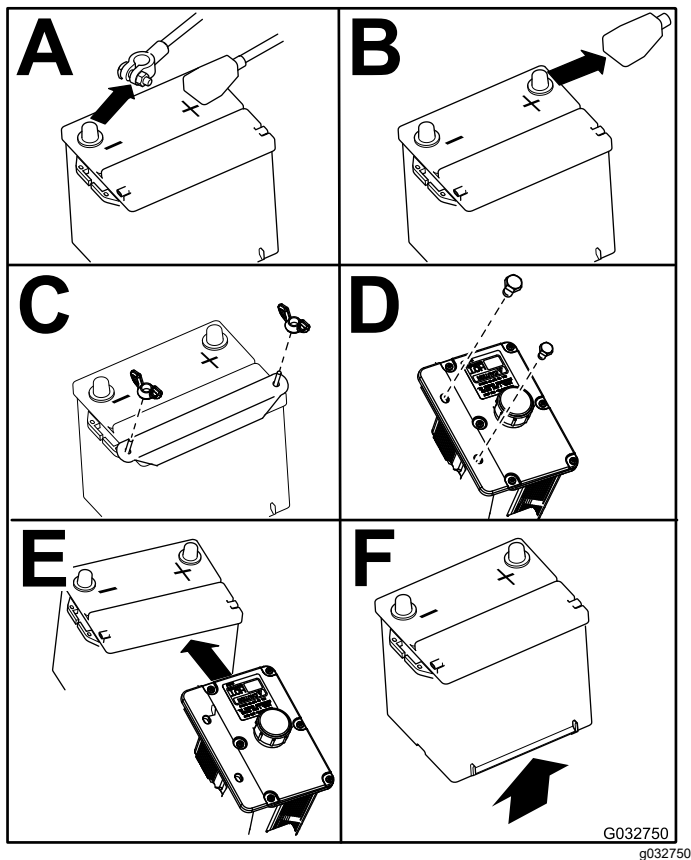

Bild 46
4. Nehmen Sie die Batterie heraus, wie in Bild 46 abgebildet.